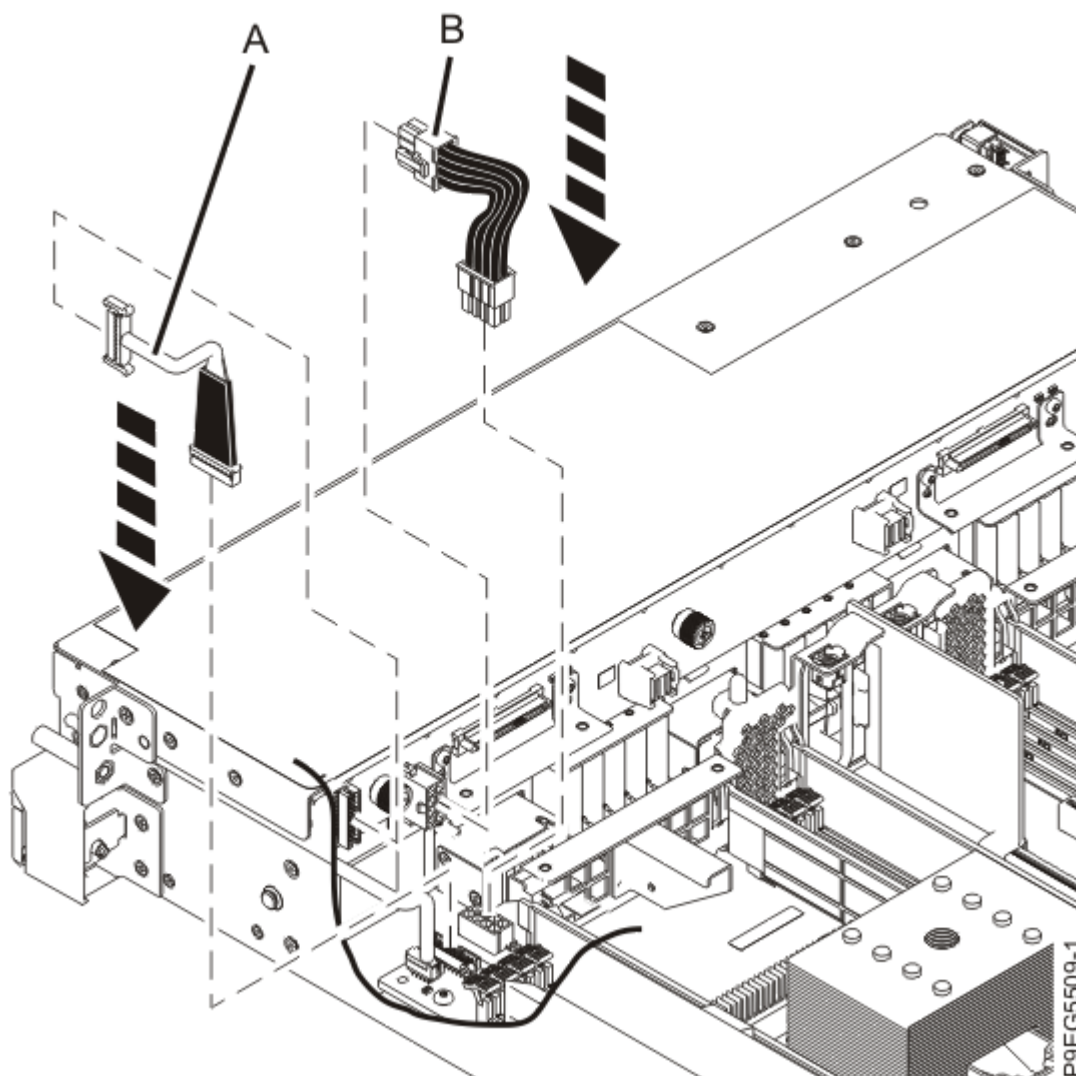

Figura 15. Reconexión del cable de señal y del cable de alimentación
4. Utilizando las etiquetas, vuelva a conectar el cable de señal **(A)** y el cable de alimentación **(B)** a la placa posterior de la unidad de disco, como se muestra en la Figura 15 en la página 18. Empuje los conectores hasta que el pestillo haga clic.